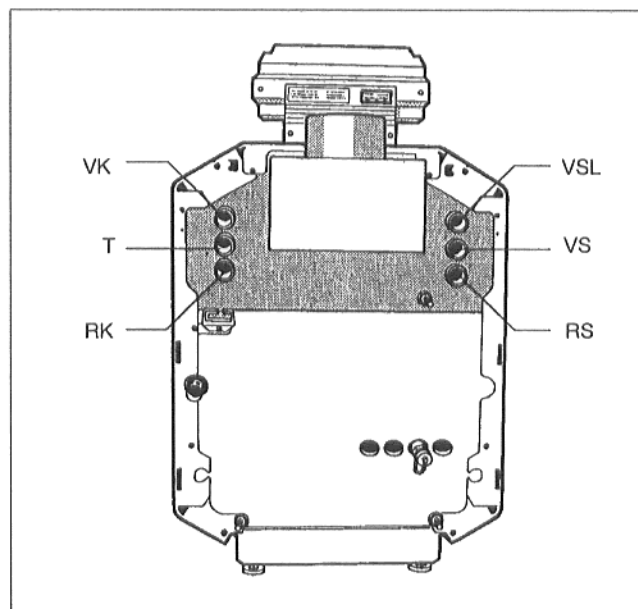
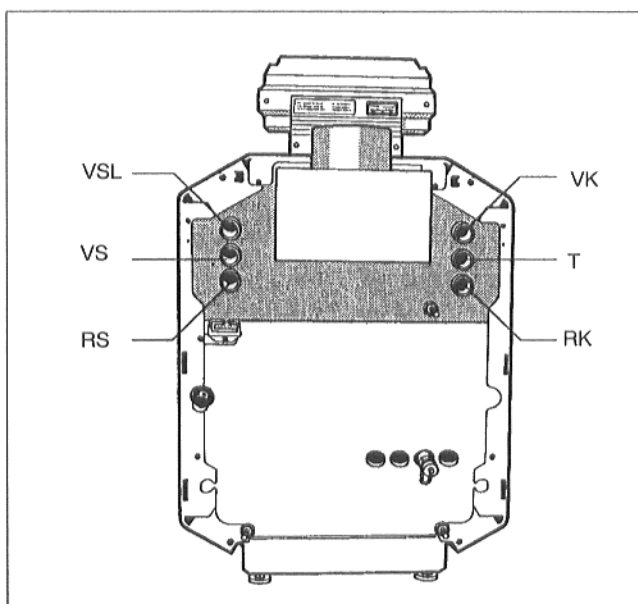

Fig. 2 Vue arrière ; Raccordements comme lors de la livraison
Fig. 3 Vue arrière ; raccords après avoir déplacé le doigt de gant et le tuyau de raccordement pour le départ préparateur ECS
1. Comme il est prévu lors de la livraison selon Fig. 2.
2. Les raccordements peuvent aussi être effectués selon Fig. 3. A cet effet, le doigt de gant doit être dévissé à l'aide d'une clé plate de 27 et vissé sur le côté gauche de la chaudière. En outre, le tuyau de raccordement pour le départ préparateur sur la chaudière doit être déplacé sur le côté droit. Tous les raccordements doivent être effectués ensuite selon Fig. 3.
Légende pour Fig. 2 et Fig. 3 :
Les raccordements sur la chaudière doivent être modifiés selon Fig. 3.
Les raccordements sur la chaudière doivent être effectués selon Fig. 2. (Colisage, modification uniquement lors du montage à gauche)
Les raccordements sur la chaudière doivent être modifiés selon la Fig. 3 ! Le répartiteur multifonctionnel doit être raccordé exactement selon la numérotation des raccordements dans la Fig. 6 et selon les numéros correspondants sur le répartiteur multifonctionnel. Tous les numéros pairs ou respectivement les numéros impairs vont ensemble côté hydraulique.
Les raccords sur la chaudière doivent être montés selon la Fig. 2 (colisage). La numérotation des raccords sur le répartiteur multifonctionnel intégré doit correspondre absolument à la numérotation dans Fig. 7, sinon, les raccords départ et retour du côté chaudière ne correspondent pas avec le côté circuit de chauffage !
Les raccords sur la chaudière doivent être montés selon la Fig. 3. La numérotation des raccords sur le répartiteur multifonctionnel intégré doit correspondre absolument à la numérotation dans Fig. 8, sinon, les raccords départ et retour du côté chaudière ne correspondent pas avec le côté circuit de chauffage ! Tous les numéros pairs ou respectivement les numéros impairs vont ensemble côté hydraulique.